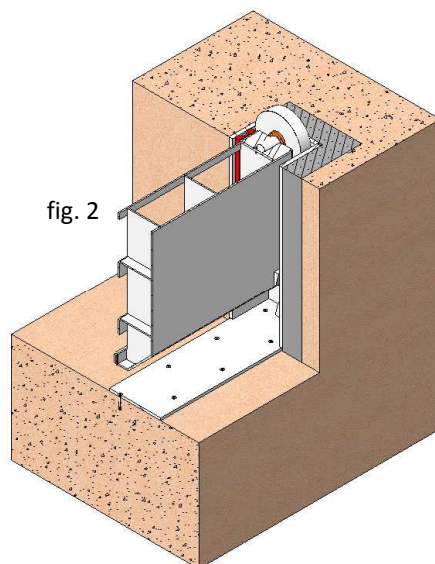
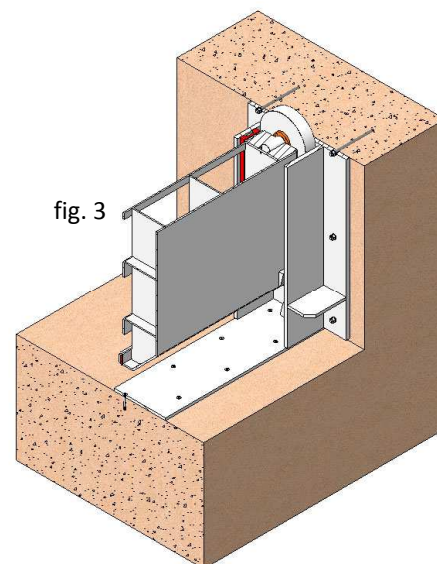

fig. 2
fig. 3
Étant donné que ces vannes travaillent avec des charges d'eau élevées, des forces de grande valeur sont produites, c'est pourquoi la meilleure option pour transmettre ces forces au génie civil et pour assurer la fixation de la vanne est le bétonnage, mais il existe également d'autres options (fig. 2 et fig. 3).
- Pour monter la vanne avec des ancrages d'expansion ou chimiques (fig. 3), il faut suivre les pas suivants :